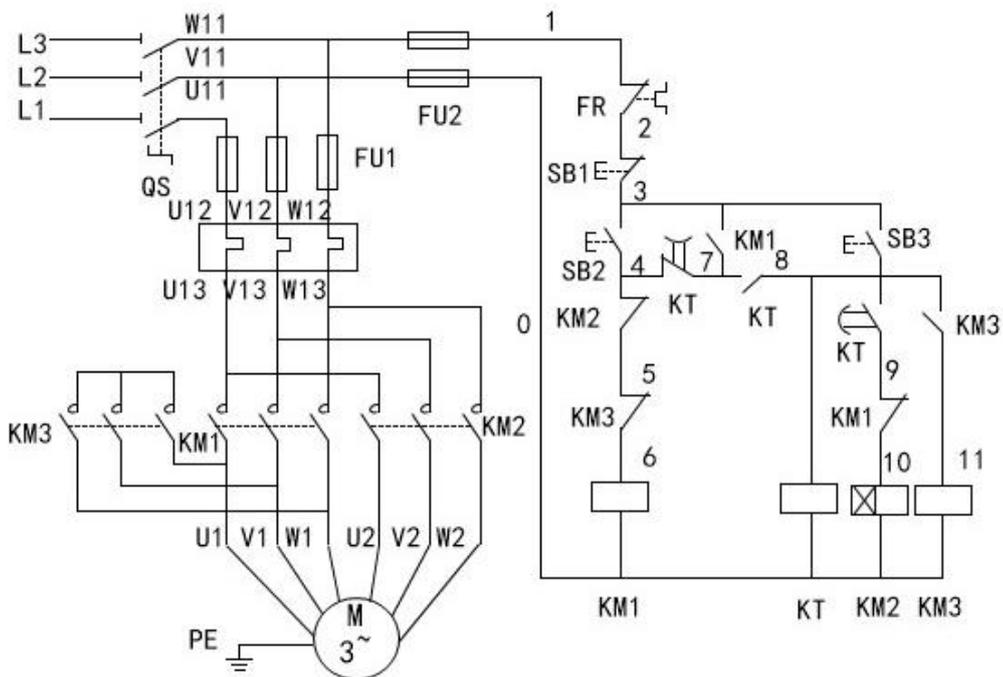

图1-3-20 继电器控制系统的设计与制作参考图
有一台机械设备需要采用 Δ/Y 接法的双速异步电动机拖动，需要采用分级启动控制，(1) 分别用两个按钮操作电动机的高速启动和低速启动，用一个总停按钮操作电动机的停止。(2) 启动高速时，应先接成低速然后经延时后再换接到高速。(3) 应有短路保护与过载保护。请按要求完成系统设计、系统安装、接线、调试与功能演示。(现场提供的电路原理图进行安装如图1-3-20所示)。